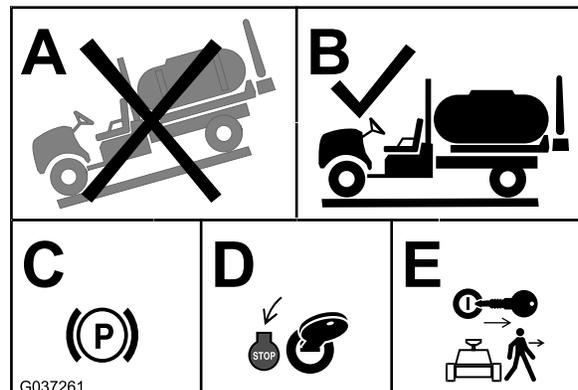

Figure 1
1. Amenez la machine sur un sol plat et horizontal (A et B de la Figure 1).
2. Serrez le frein de stationnement (C de la Figure 1).
3. Coupez le moteur (D de la Figure 1).
4. Retirez la clé du commutateur d'allumage (E de la Figure 1).